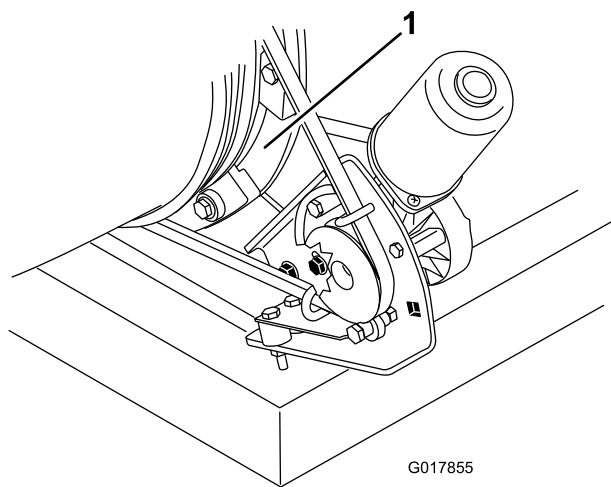

Figure 49
2. Enlevez l'herbe, la saleté ou les débris accumulés autour et entre les guides de l'embout (Figure 49).